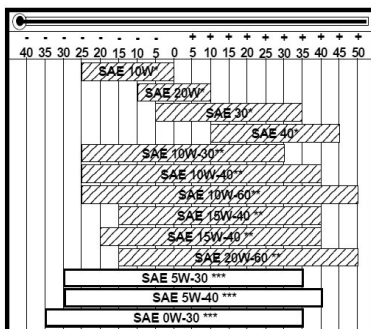

Abb. 24: Empfohlenes Öl
Schritt 3: Liegt der Ölstand in der Nähe oder unterhalb der unteren Grenzmarke am Ölmesstab, das empfohlene Öl (siehe Abb. 24) bis zur oberen Grenzmarke (Unterkante der Öleinfüllöffnung) einfüllen. Nicht überfüllen.